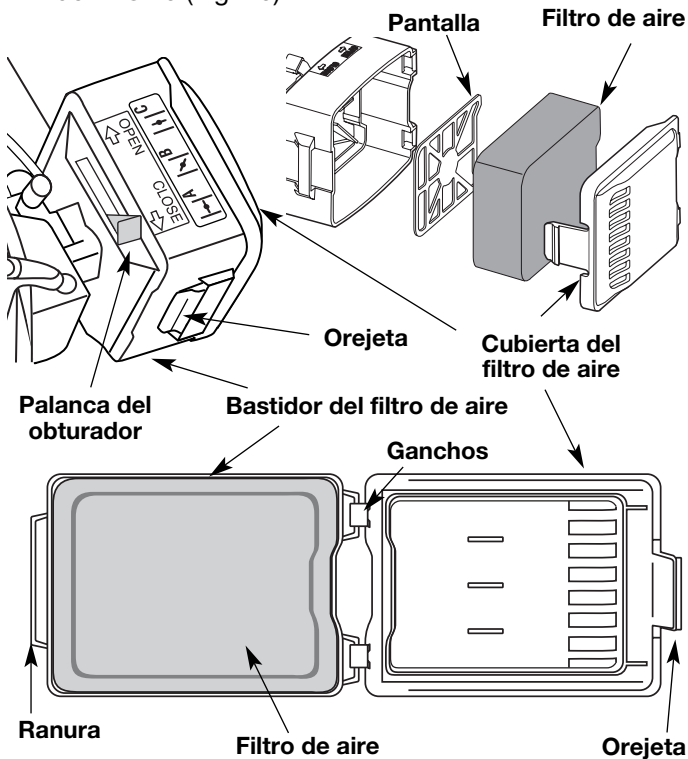

Fig. 19
1. Abra la cubierta del filtro de aire. Empuje la orejeta del lado izquierdo de la cubierta hacia adentro, gire la cubierta del filtro de aire hacia afuera y sepárela del bastidor del filtro de aire (Fig. 19).
2. Saque el filtro de aire y la pantalla que está detrás del mismo (Fig. 19).
6. Vuelva a colocar el filtro (Fig. 19).
8. Gire la cubierta hacia la izquierda hasta que la orejeta de la cubierta del filtro de aire se trabe en su lugar en la ranura del lado izquierdo del bastidor del filtro de aire (Fig. 19).